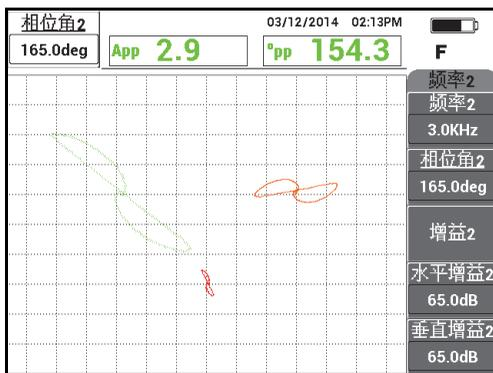

图 5-140 调节频率 2 的相位角
5. 按两下相位角键 ()，然后调节频率 2 信号（红色）的相位角，直到孔的信号处于几乎垂直的方向（参见第 211 页的图 5-140）。